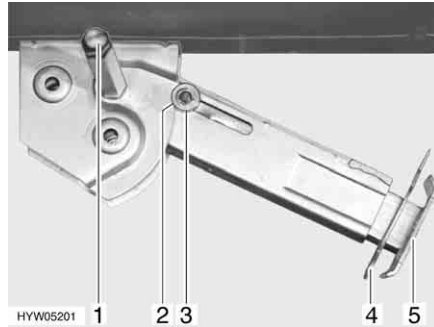

Fig. 51 Piedino di stazionamento
- Inserire la chiave a tubo nell'esagonale (Fig. 51,1) e ruotare fino a quando il piedino di stazionamento non si trova in posizione verticale verso il basso.
- Estrarre la copia (Fig. 51,4) dal prolungamento dell'estremità del piedino (Fig. 51,5).
- Inserire la chiave a tubo nell'esagonale (Fig. 51,1) e ruotare fino a quando il piedino di stazionamento non si stacca dal terreno.
- Spingere completamente all'interno il prolungamento dell'estremità del piedino (Fig. 51,5) e inserire la copia (Fig. 51,4) nel foro apposito.
- Ruotare la chiave a tubo nell'esagonale (Fig. 51,1), fino a quando il piedino di stazionamento non è sollevato verso l'alto e la guida (Fig. 51,3) è rientrata totalmente nell'intaglio (Fig. 51,2).